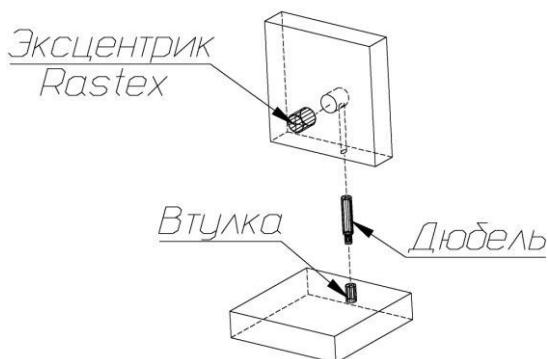

Рис. 1
1. В боковые стенки (32), (33), перегородку (44), горизонтальные щиты (39), (40), полки (41) в имеющиеся отверстия установить эксцентрики, таким образом, чтобы стрелка была повернута в сторону отверстия в торце.
2. В установленные муфты эксцентриковых стяжек на боковых стенках (32), (33), верхнем щите (43), нижнем щите (42) ввернуть дюбели DU 644, в соседние отверстия установить шканты 8x30мм (рис.1).
3. Установить подпятники-гвозди на нижний щит (42).